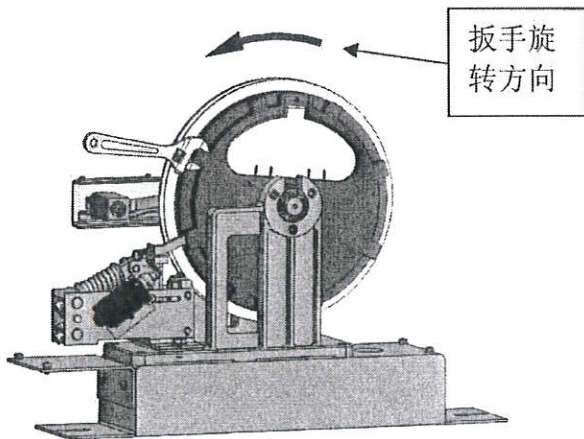
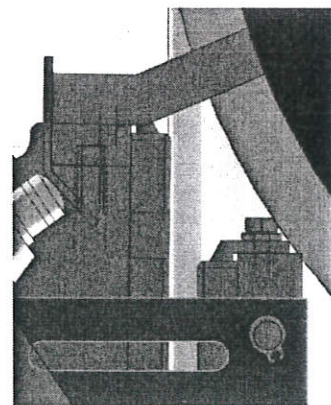
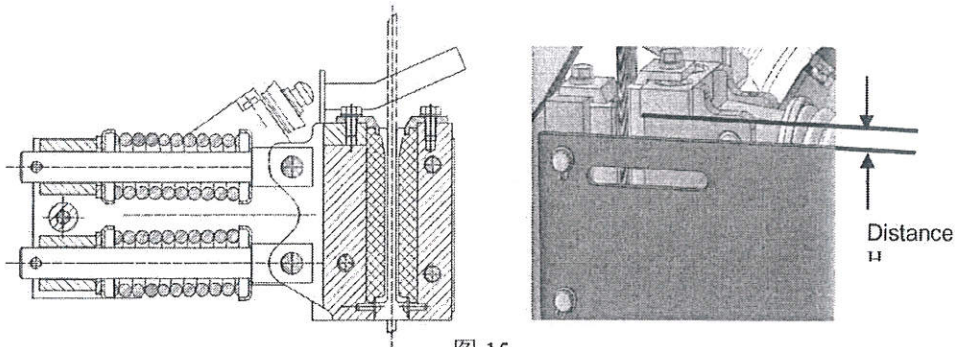

图 13
图 14
图 15
**步骤二：**按图 13 所示用扳手沿图中箭头方向扳动制动鼓（扳手在制动鼓上的位置可根据现场情况而定，也可在制动鼓上其它位置扳动，确保安全方便，注意扳动方向必须按图示方向），制动鼓转动带动活动制动块部件向下滑落，活动制动块上的闸瓦与固定制动块上的闸瓦均与钢丝绳贴紧，如图 14。
步骤三：在图 14 状态基础上，用约 200N 的力持续搬动制动鼓，同时以检修速度使轿厢下行，此时钢丝绳会带动闸瓦下落，待到两个闸瓦齐平后到达夹紧位置，停止运行，立即取下扳手离开限速器。制动部件夹紧钢丝绳后状态如图 15 所示，此时  $H=0\text{mm}$ ：